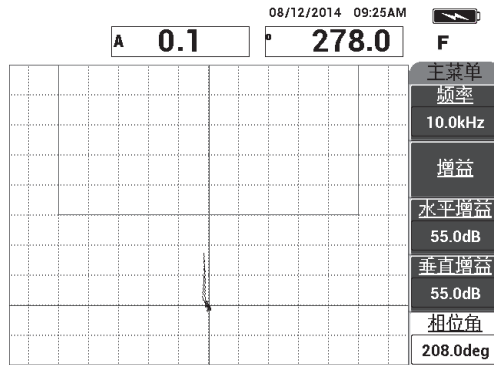

图 6-25 调整了角度后朝上指向的信号
- 按**相位角**（**E** 键），然后调整信号的角度，使信号朝上指向报警框（参见第 130 页的图 6-25）。